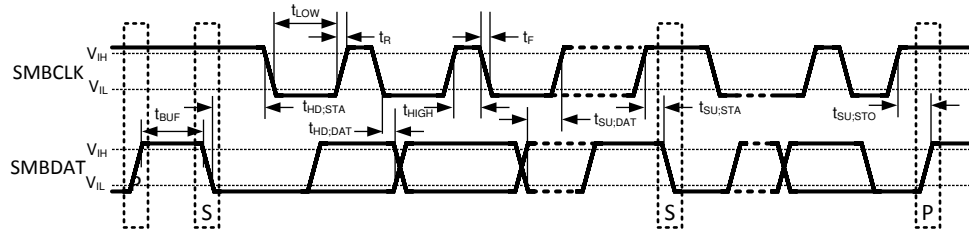

図 5-1. SMBus 通信
- いずれかのピンの入力電圧 ( $V_I$ ) が電源を超えた場合 ( $V_I < \text{GND}$  または  $V_I > V_{DD}$ )、そのピンの電流を 5mA に制限する必要があります。LM95231 のピンの寄生部品および ESD 保護回路を図 5-1 と表 5-1 に示します。次のピンに存在する寄生ダイオード D1 が順バイアスされないように注意する必要があります: D1+, D2+, D1-, D2-。50mV を超える順バイアスが印加されると、温度測定値が破損する可能性があります。